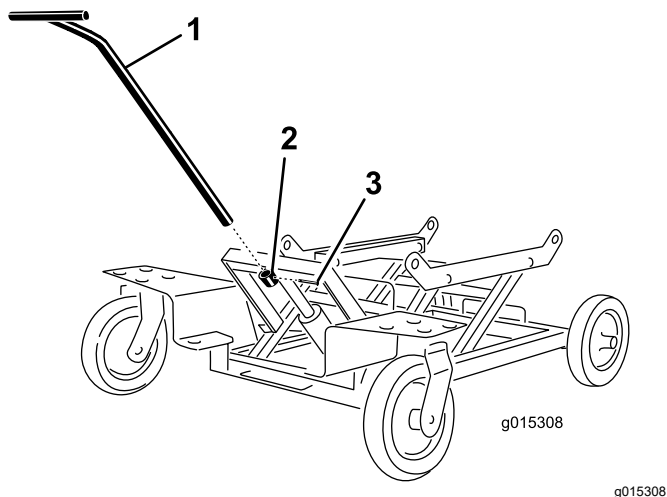

図 1
1. オプション・キャディにハンドルを取り付けてピンで固定する 図 1。